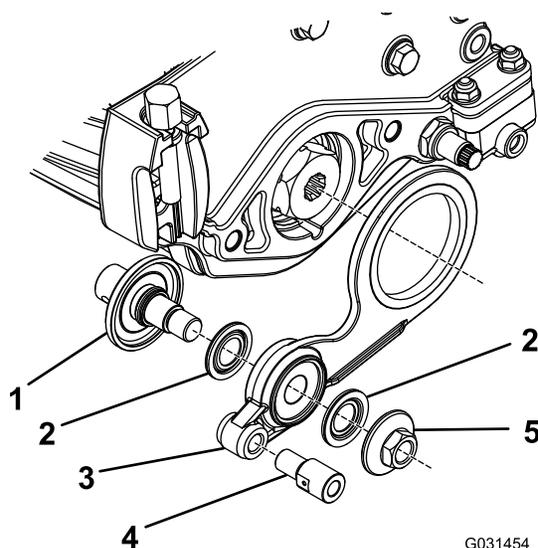

Figura 16
1. Montate le parti sciolte sul gruppo tendicinghia, come illustrato nella Figura 16.
Nota: Montate i componenti 1-5 in ordine inverso se state montando il gruppo tendicinghia sul lato opposto nella Figura 16.